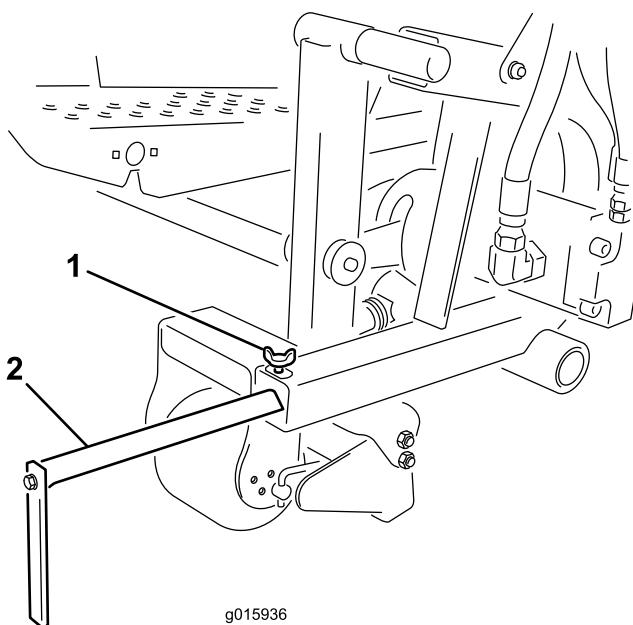

Figure 18
Desserrez la vis de réglage et amenez le guide d'alignement à la position voulue (Figure 18).
- 1. Desserrez la vis et déplacez le guide d'alignement en avant ou en arrière à la position voulue (Figure 18).